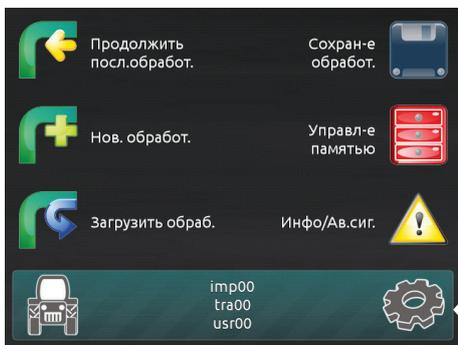
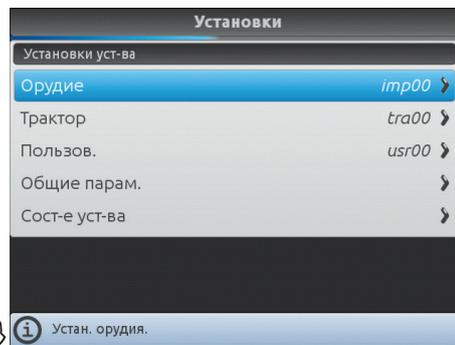

Рис. 52
Рис. 53
- Находясь на странице Home, (Рис. 52) нажмите **F8**, чтобы войти в меню **Установки** (Рис. 53).